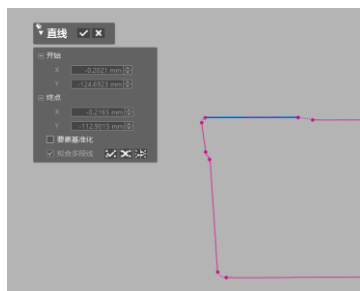
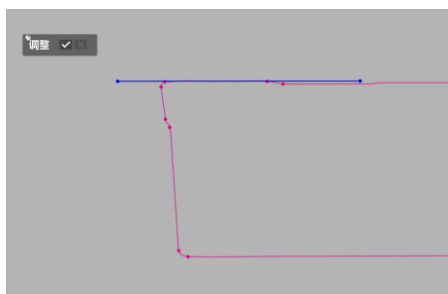

图 4.62 直线拟合
图 4.63 调整直线长度
7) 点击直线按钮, 选择要拟合出的直线, 如图 4.62 所示。点击调整按钮, 对直线进行延长, 如图 4.63 所示, 点击退出按钮退出草图环境。